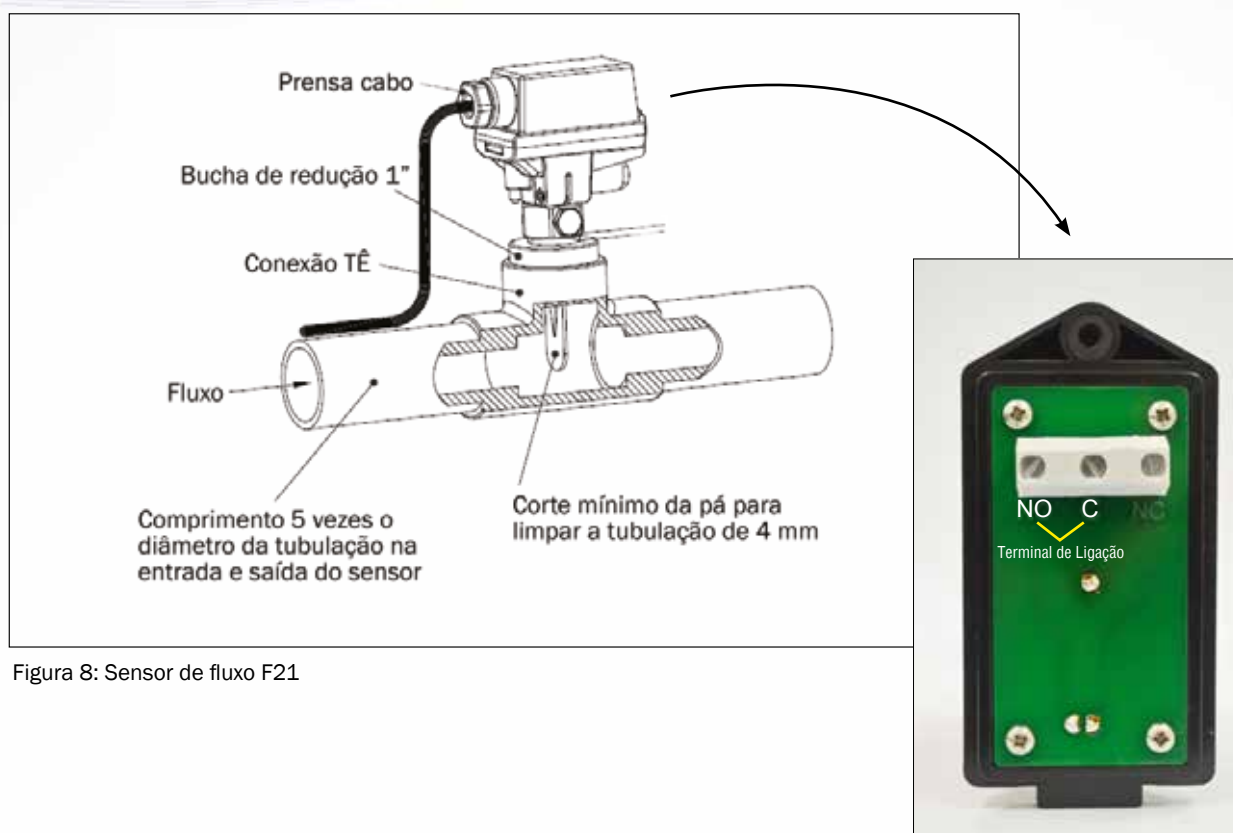

Figura 8: Sensor de fluxo F21
- Conecte as pontas de uma das extremidades do cabo nos terminais NO e C, conforme Figura 8.